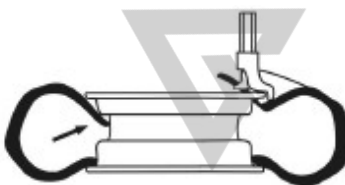

Рис. 24
- Для установки верхнего борта шины аккуратно расположите шину и подрегулируйте положение борта (так же, как при монтаже нижнего борта шины на рис 23-В). Нажмите на шину с противоположной от монтажной головки стороны, в сторону ручья обода (как Рис.24).